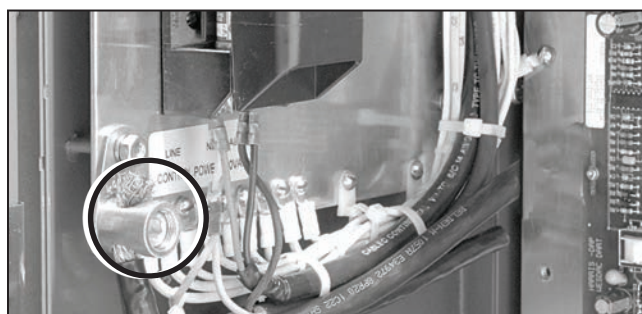

Figura 66. Conecte el cable blindado a la zapata de cobre.
- (g) Conecte el cable grueso blindado a la zapata de cobre que está en la placa de tierra del gabinete para baja tensión. Ver Figura 66.
Para conectar alimentación, conecte la línea y el neutro al bloque de fusibles. Vea la etiqueta que está abajo del mismo. Ver Figura 66.